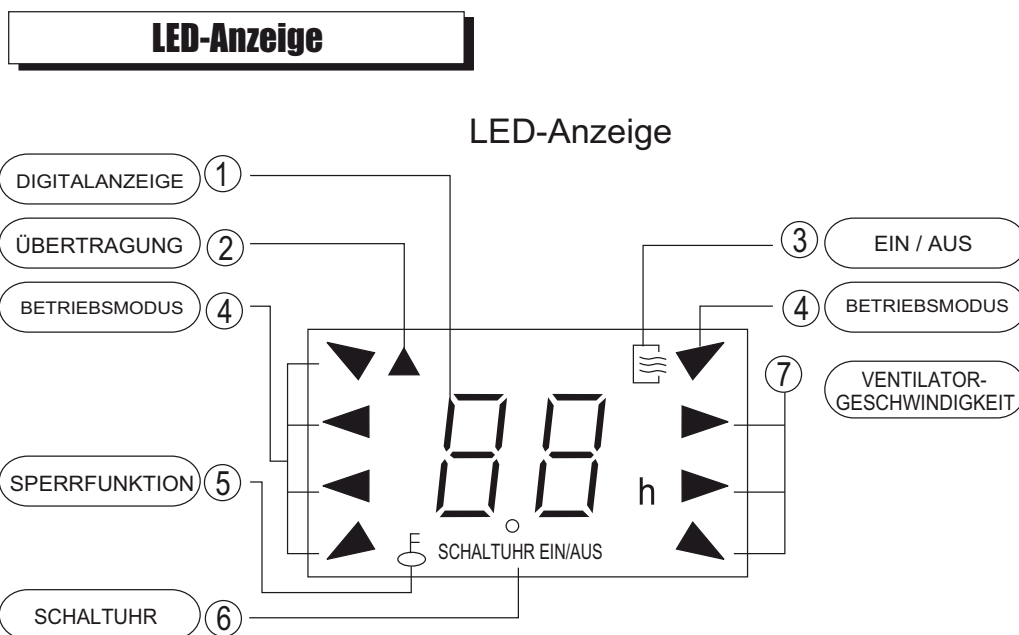

Abb. 2
- ① Digitalanzeige : Auf der Digitalanzeige wird die eingestellte Temperatur angezeigt. Bei der Schaltuhraktivierung wird die Einschalt-/Ausschalt-einstellung angezeigt. Beim Ventilatorbetriebsmodus werden keine Angaben angezeigt.
- ② ÜBERTRAGUNG : Diese Anzeige blinkt, wenn die Fernbedienung ein Signal an die Inneneinheit sendet.
- ③ EINSCHALTEN/AUSSCHALTEN : Das EIN/AUS-Zeichen beleuchtet, wenn das Klimagerät eingeschaltet wird, und wird bei der Ausschaltung gelöscht.
- ④ BETRIEBSMODUS : Durch Drücken dieser Taste wird der aktuelle Betriebsmodus angezeigt: AUTO / KÜHLUNG / ENTFEUCHTUNG / HEIZUNG (nicht bei nur-Kühl-Modellen verfügbar) oder VENTILATOR.
- ⑤ SPERRFUNKTION: Durch Drücken dieser Taste leuchtet die Sperrlichtanzeige auf. Drücken Sie die Taste wieder und die Anzeige wird gelöscht.
- ⑥ SCHALTUHR : Anzeige der eingestellten Schaltuhrangaben. Bei eingestellter Einschaltuhr wird die entsprechende Uhrzeit angezeigt (TIMER ON). Bei eingestellter Ausschaltuhr wird die entsprechende Uhrzeit auch angezeigt (TIMER OFF). Bei eingestellter Ein- und Ausschaltuhr wird TIMER ON-OFF angezeigt, was darauf hinweist, dass das Gerät zum automatischen Ein- und Ausschalten eingestellt wurde.
- ⑦ VENTILATORGESCHWINDIGKEIT : Drücken Sie diese Taste, um die gewünschte Geschwindigkeitsstufe auszuwählen. Auf der LCD-Anzeige werden die entsprechenden Angaben angezeigt (außer bei Auto-G.).
**HINWEIS** : Die Abbildung 2 ist ausschließlich beispielhaft. Beim Betrieb werden nur die entsprechenden Betriebsangaben angezeigt.